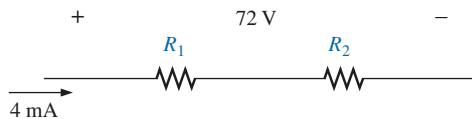

FIG. A4.115
*32. Diseñe el divisor de voltaje de la figura A4.115 de modo que $V_{R_1} = 1/5 V_{R_2}$. Es decir, determine R_1 y R_2 .